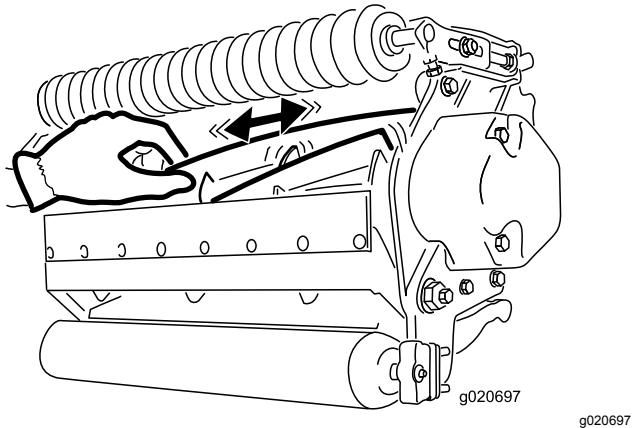

Bild 30
2. Halten Sie das Spindelmesser mit einem dicken Handrad oder einem Lappen fest und versuchen Sie, die Spindel von einer Seite zur anderen zu bewegen (Bild 30).